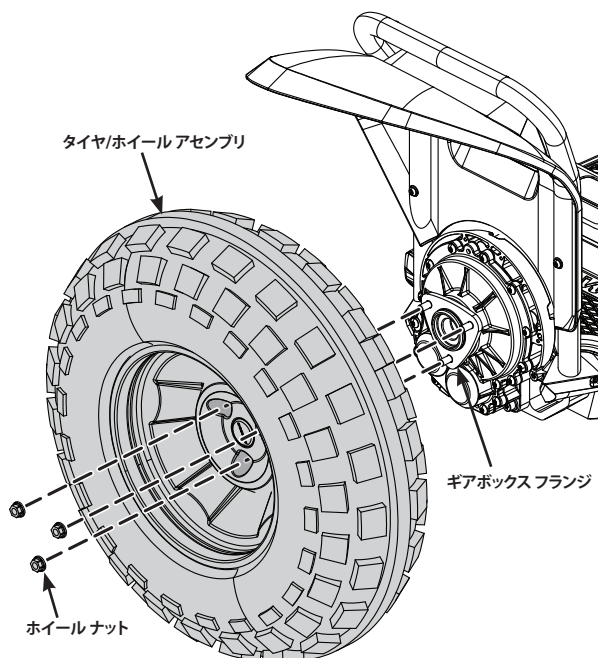

図 1: タイヤ/ホイールアセンブリ, x2 バージョン 2
3. 13 mm ソケット レンチを使用してホイール ナット (3) を取り外し、処分します。図 1 を参照してください。
3. タイヤ/ホイール アセンブリをギアボックス フランジに設置します。図 1 を参照してください。
4. ホイールが回転しないよう保持しながら、13 mm ソケット レンチを使用して 30 N·m の締め付けトルクまでキットに同梱のホイール ナット (3) を締め付けます。